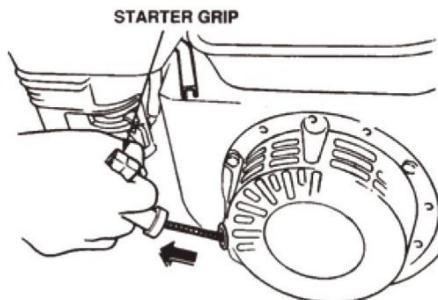

FIG.10
- 9.6 Sujete la empuñadura del motor de arranque (FIG. 10) y extrágala lentamente. La resistencia